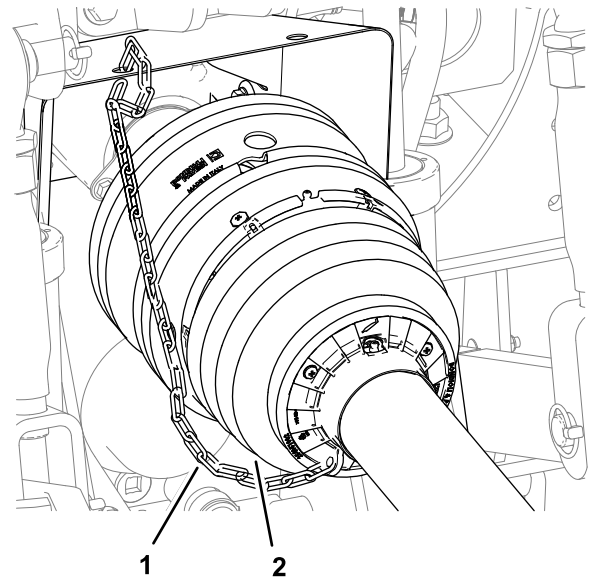

Figura 26
- Conecte la cadena de seguridad a una parte fija del vehículo de remolque (Figura 26).